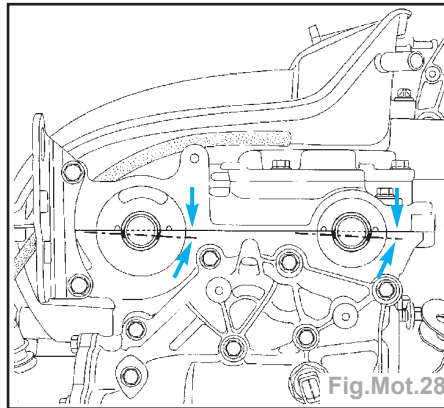

Fig.Mot.28
- Tourner le moteur dans le sens horaire (côté distribution) de façon à placer les rainures des arbres à cames vers le bas dans une position quasi horizontale (Fig.Mot.28).